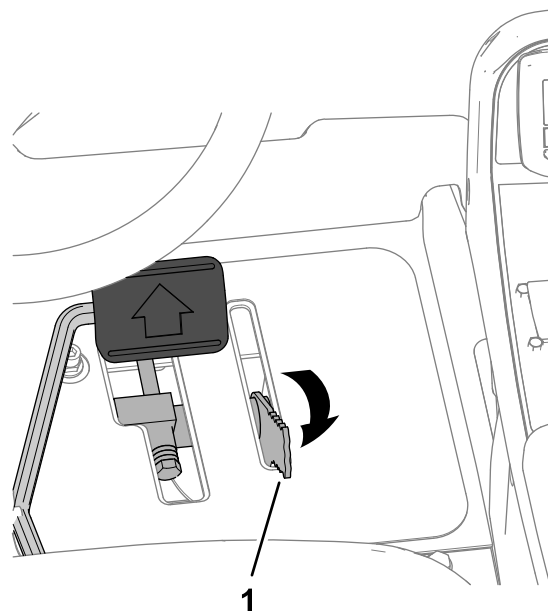

Figura 58
3. Mueva la palanca del limitador de la velocidad de siega hacia atrás hasta la posición de TRANSPORTE (Figura 58).